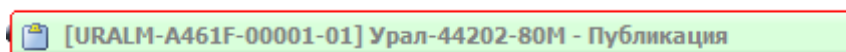

Рисунок 913
4) Введите название модуля данных (рисунок 913). Для этого:
5) Введите код модуля данных (рисунок 913).